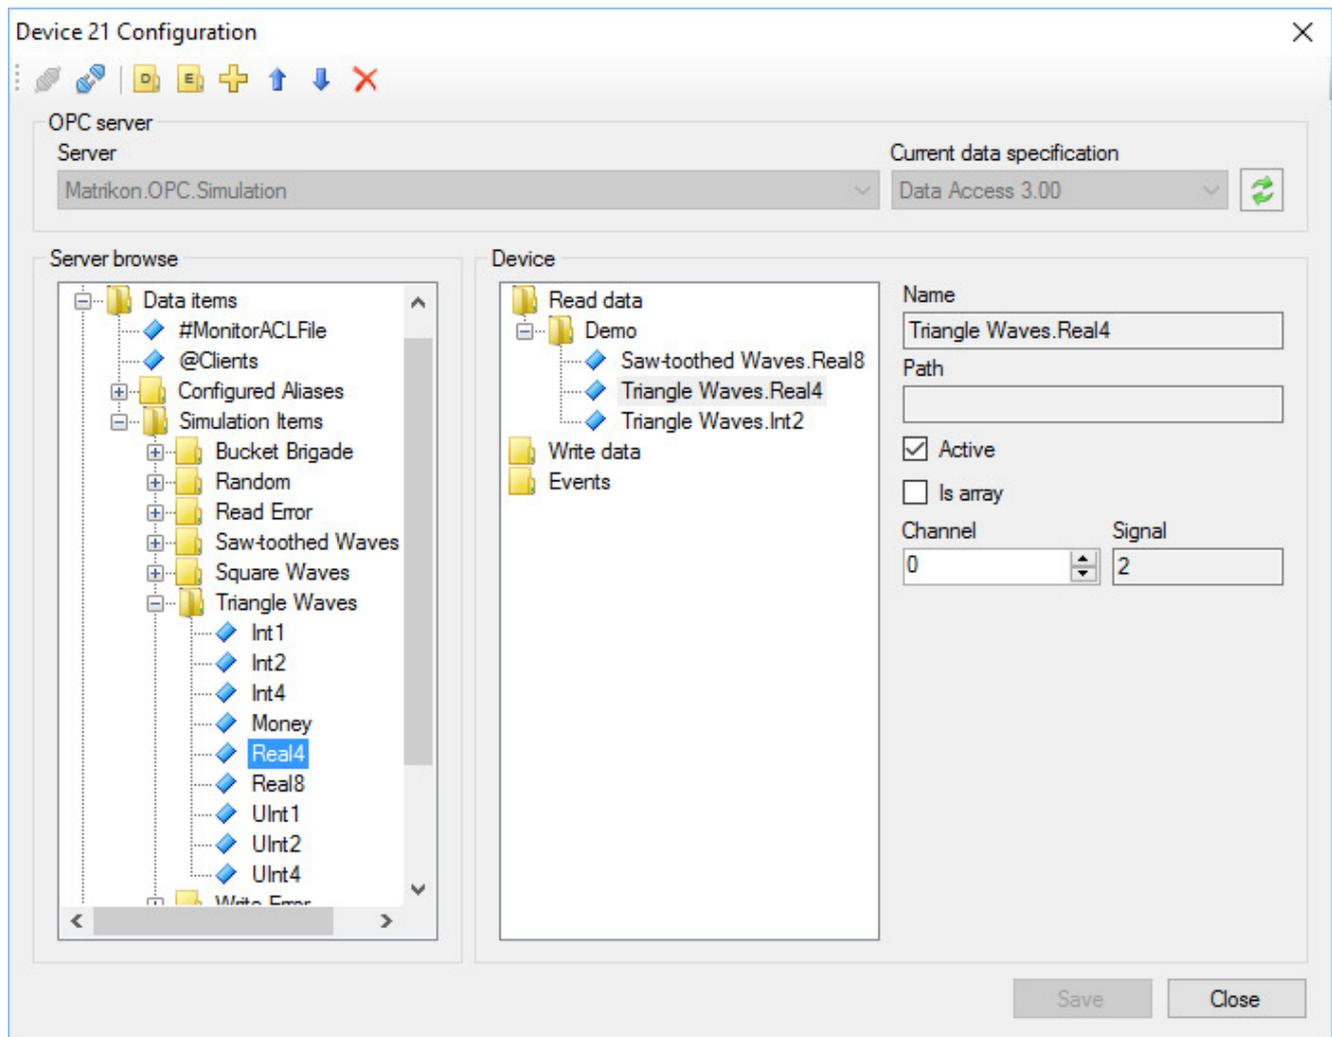

Figure 1. Sélection de balises OPC
configuration, illustré à la Figure 1, permet de sélectionner les balises OPC reçues du serveur OPC.
2. Réglage des numéros de canaux d'entrée directement dans le formulaire de configuration illustré à la figure 1.